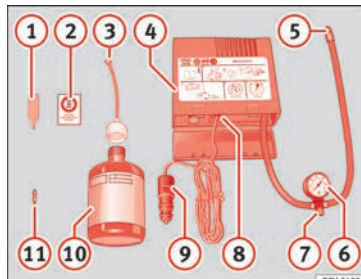

Fig. 48 Représentation standard : contenu du kit anticrevaison.
- Dévissez le capuchon et l'obus de la valve du pneu. Utilisez l'appareil » **fig. 48** **1** pour extraire l'obus. Placez-le sur une surface propre.
- Agitez fortement la bouteille de produit de colmatage des pneus » fig. 48 10.
- Vissez le tuyau de gonflage » fig. 48 3 sur la bouteille de produit de colmatage. Le plombage du goulot de la bouteille est automatiquement percé.
- Retirez le bouchon du tuyau de remplissage » fig. 48 3, puis vissez l'extrémité ouverte du tuyau sur la valve du pneu.
- Placez de nouveau l'obus de valve sur la valve du pneu avec l'outil » fig. 48 1.
- Vissez le tuyau de gonflage du pneu du compresseur » fig. 48 5 sur la valve du pneu.
- Vérifiez si la vis d'évacuation d'air est serrée » fig. 48 7.
- Branchez le connecteur » fig. 48 9 à une prise de courant de 12 volts du véhicule » page 125.
- Raccordez le compresseur d'air au commutateur ON/OFF » fig. 48 8.